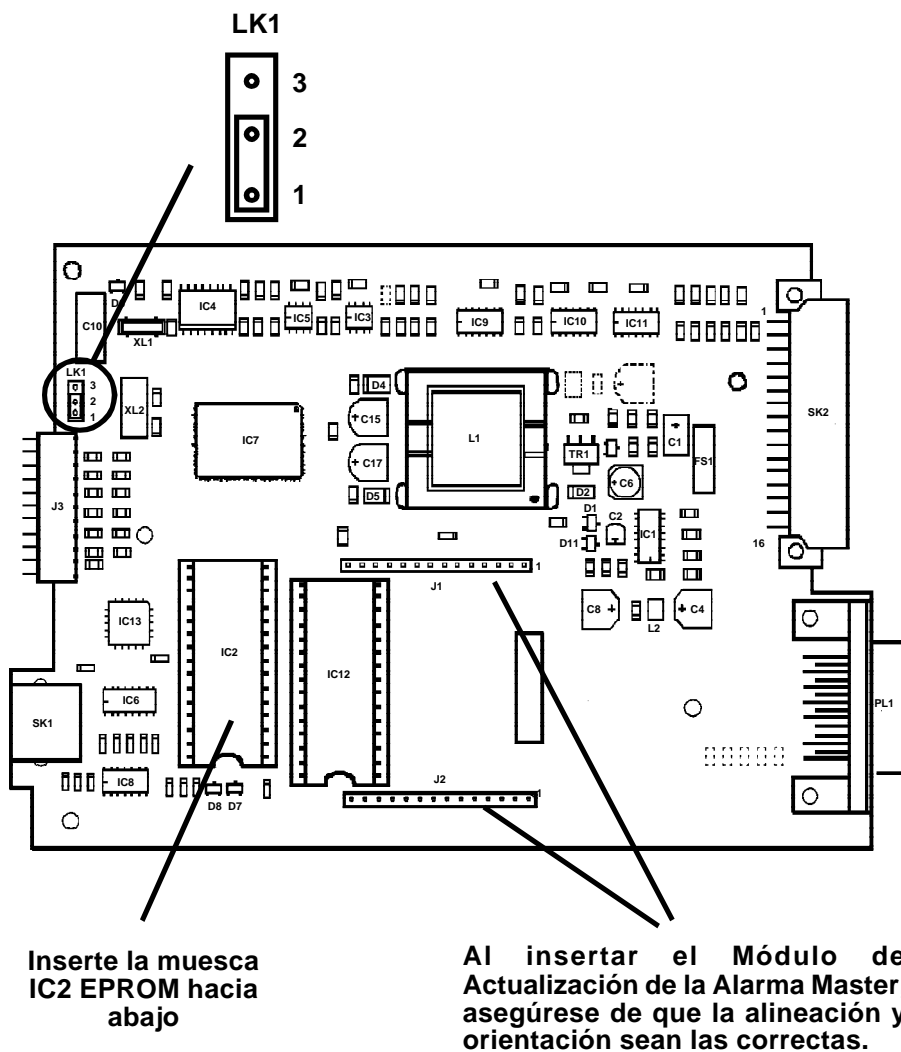

Ilustración 6 - System 57: Tarjeta de Ingeniería Mark II
- b. El hardware de la Mark II tiene dos tomas IC DIL de 28 clavijas y un recorte rectangular cerca del centro de la tarjeta PCB. Véase la Ilustración 6.